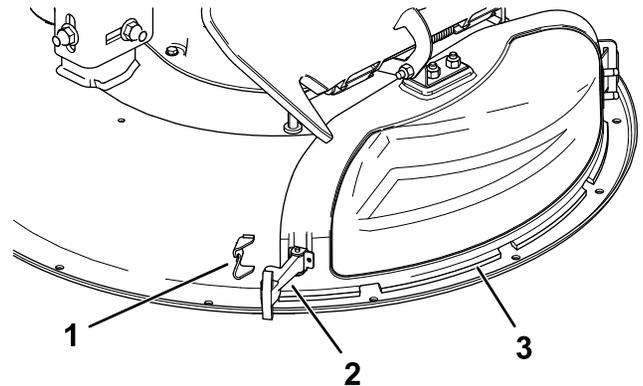

Figura 12
3. Liberate il dispositivo di chiusura flessibile dal relativo fermo sul coperchio dello scarico e aprite il coperchio dello scarico verso destra (Figura 12).
6. Fissate il coperchio dello scarico al piatto di taglio agganciando il dispositivo di chiusura flessibile, presente sul coperchio dello scarico, all'apposito fermo sul piatto (**Figura 12**).